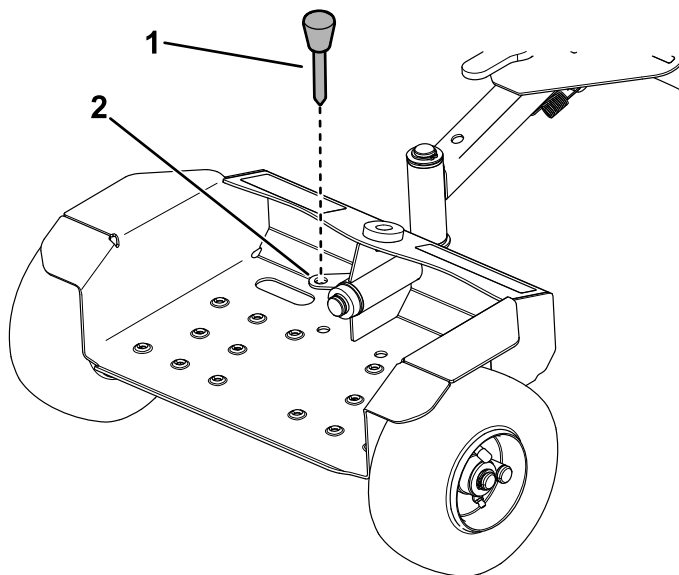

Рисунок 5
3. Храните транспортный штифт в пластине штифта, показанной на Рисунок 5.
6. Чтобы опустить прицепную раму на колесном ходу, нажмите на нее вперед, потяните назад фиксатор и с помощью рукоятки опустите прицепную раму на колесном ходу. Извлеките транспортный штифт и вставьте его для хранения в пластину штифта (Рисунок 5).